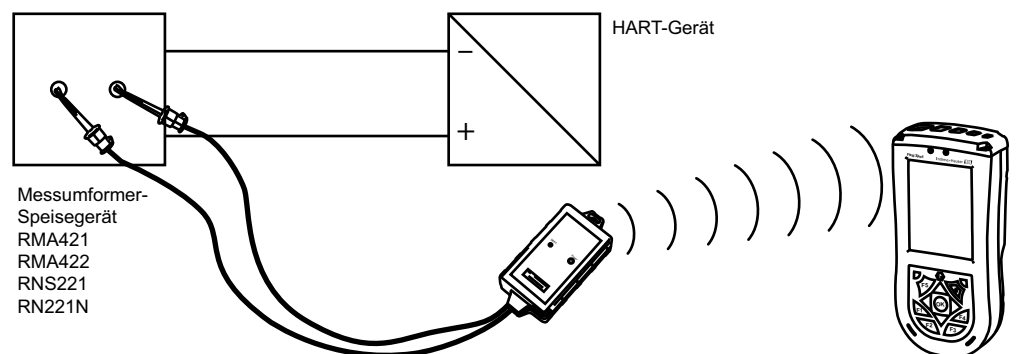

Abb. 3-3: Verbindung über ein Messumformerspeisegerät mit HART-Kommunikationsanschlüssen (interner Lastwiderstand)
- Bei einem Messumformerspeisegerät mit integrierter HART-Kommunikationswiderstand über die beiden HART-Kommunikationsanschlüsse auf der Frontseite (siehe Abb. 3-3). Geeignete HART-Messumformerspeisegeräte sind: